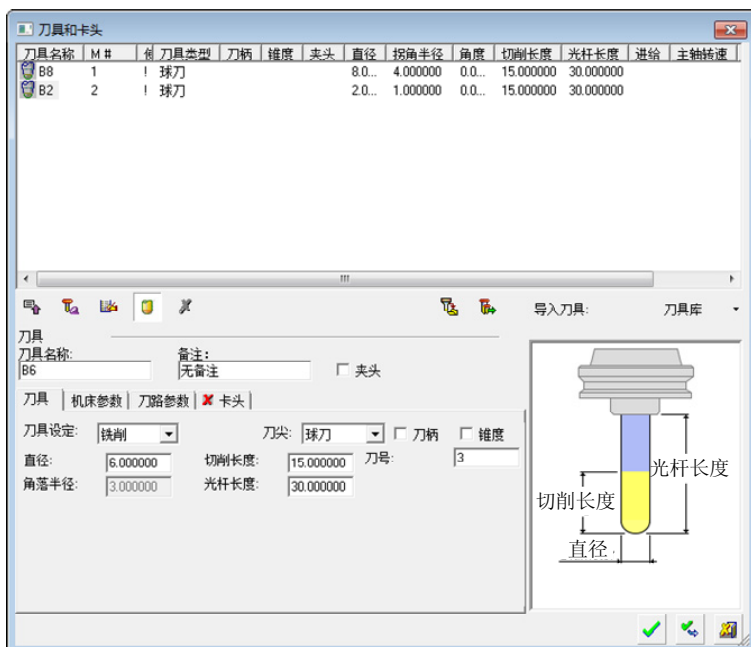

图 5-6 创建 B6 球刀
2) 创建 B6 球刀。单击“加工向导”工具栏上的“刀具”按钮,弹出“刀具和卡头”对话框,单击新刀具按钮,设置刀具参数如图5-6所示。依次单击确定按钮,完成刀具创建。